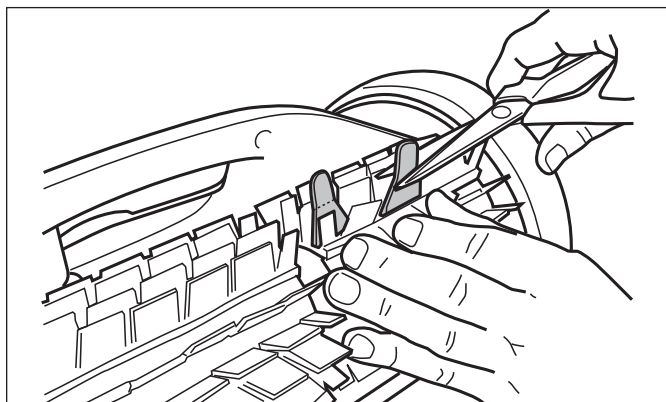

Figure 35. Couper les onglets
5. Utiliser une paire de ciseaux pour couper les onglets à 19 mm (3/4 po) du talon de manière à ce qu'ils ne dépassent pas les pointes, tel qu'il est indiqué à la Figure 35.